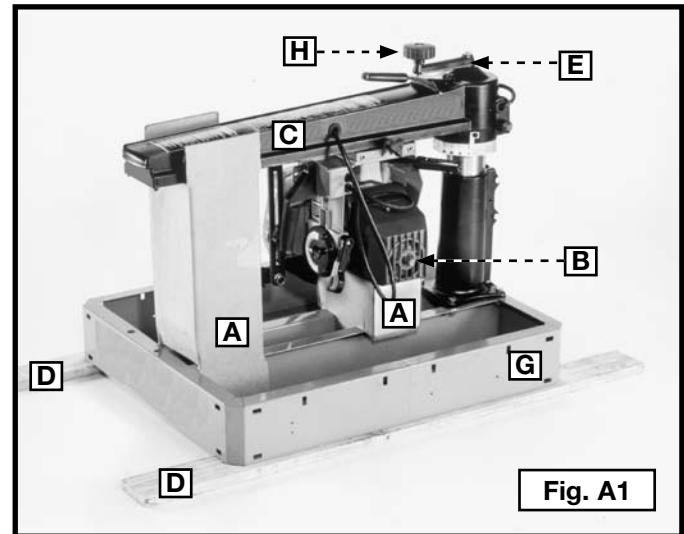
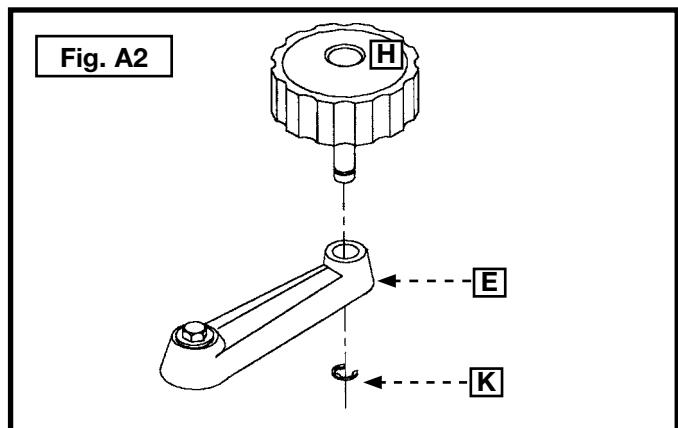

Fig. A1
Fig. A2
1. La sierra fue empacada en la fábrica con bloques de apoyo (A) figura A1 bajo el cabezal de corte (B) y bajo el brazo guía (C). Tablas de embarque (D) figura A1 fueron sujetados a la base de la sierra (G). Para evitar el daño durante el embarque, la perilla de elevación del brazo guía (H) fue removida de la palanca (E). Inserte el poste de la perilla (H) figura A2 a través del agujero en la palanca (E). Coloque el aro E (K) entro de la ranura del poste.
2. Puede retirar los bloques de apoyo (A) figura A1 al girar la perilla de elevación de la brazo guía (H) en el sentido de las agujas del reloj. Puede retirar las tablas de embarque (D) al sacar los tornillos de sujeción (no están mostrados), situados dentro de la base de la sierra. Deseche los bloques de apoyo (A) y las tablas de embarque (D).